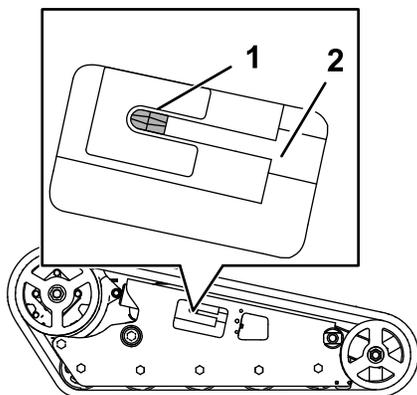

図 67
15. テンショニングねじを左にまわしてテンショニングねじを端まで移動させる 図 67。